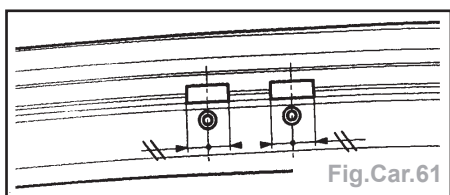

Fig. Car.61
- Centrer les trous (Fig.Car.61).